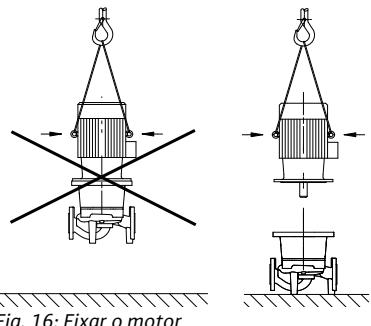

Fig. 16: Fixar o motor
- Utilizar os olhais de elevação do motor só para carregar o peso do mesmo e não para carregar toda a bomba (fig. 16).